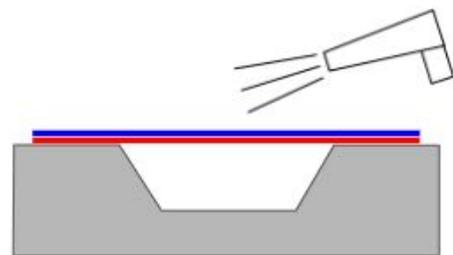

Fig.2
- 2) Chauffez le matériau à une température comprise entre 35°C et 50°C afin d'assouplir le film, ce qui facilitera le processus d'incrustation. Fig.2